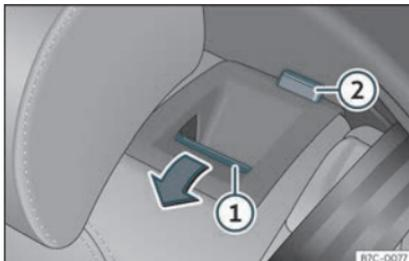

Fig. 107 Banquette arrière : rabattre le dossier.
- Tirez la touche de déverrouillage »» fig. 107 ① vers l'avant et, en même temps, rabaissez le dossier. Le dossier arrière est débloqué quand le repère rouge est visible sur la touche ②.